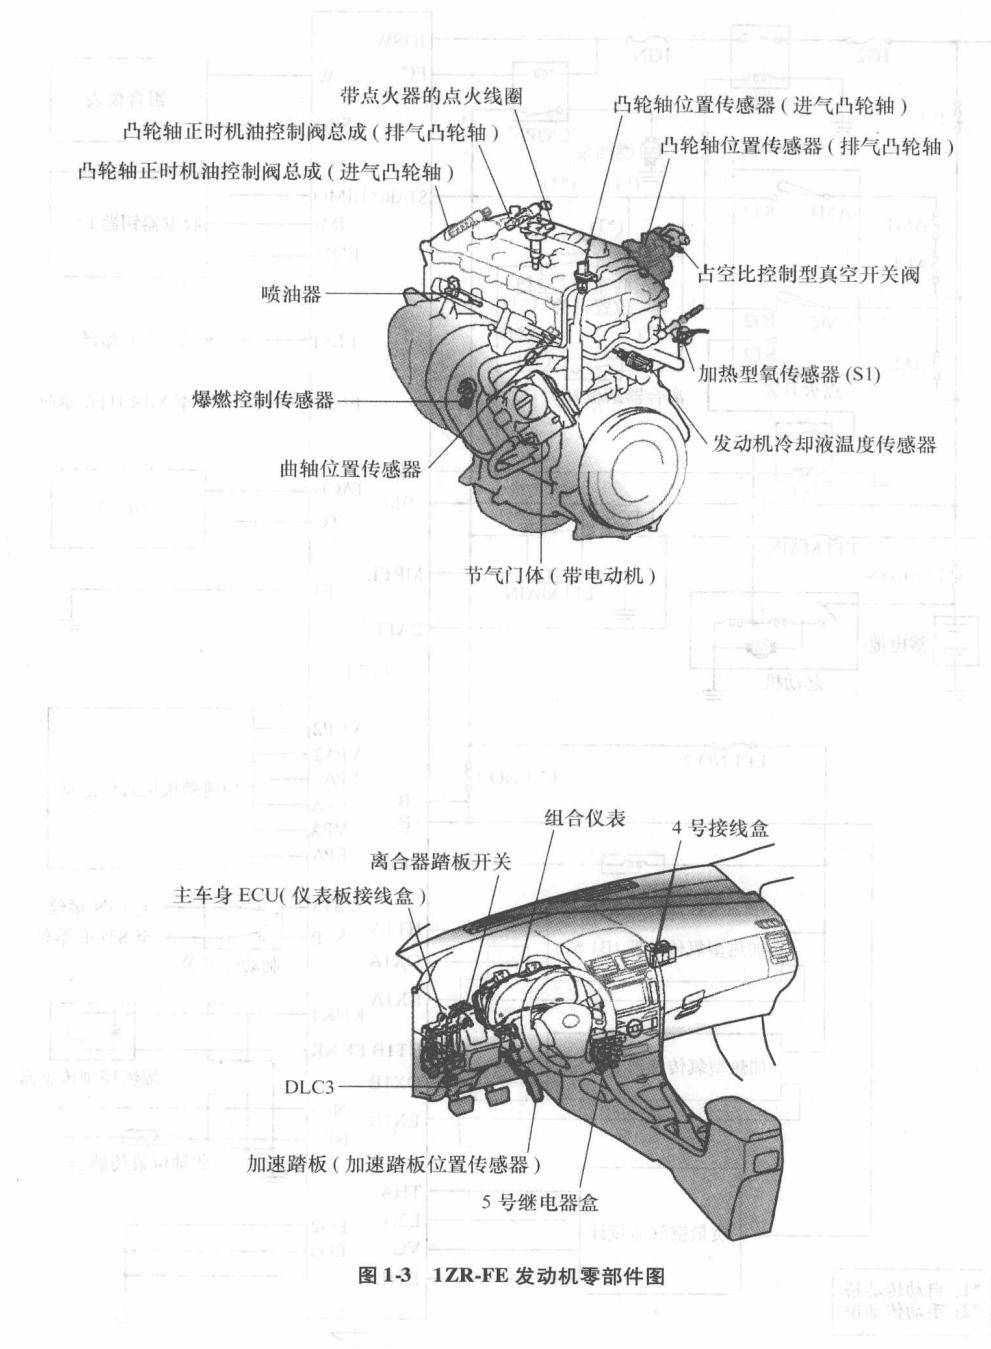

图 1-3 1ZR-FE 发动机零部件图
1ZR-FE 发动机零部件图见图 1-3, 1ZR-FE 发动机电控系统电路图见图 1-4, ECM 端子图见图 1-5。
(1) 拆卸2号气缸盖罩。
(2) 拆卸凸轮轴正时机油控制阀总成，见图1-3。